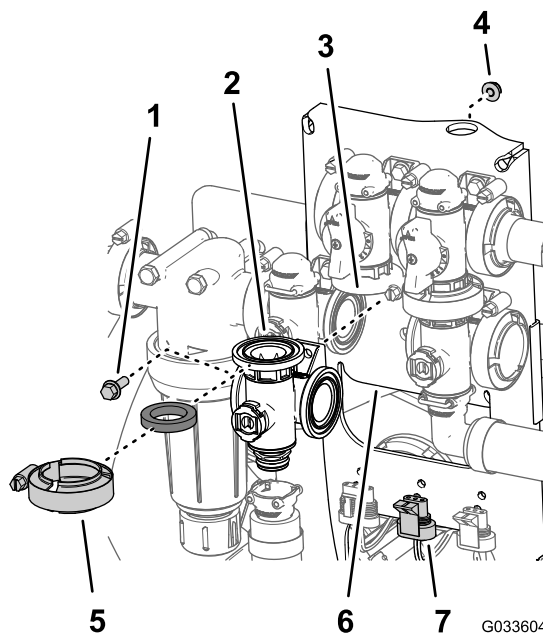

Figura 127
1. Aliniai flana supapei colector de agitare, o garnitură i flana supapei de bypass de agitare (Figura 127).
9. Montai supapa de agitare la suportul de montare a supapei cu urubul cu guler i contrapiulia cu guler pe (Figura 127) demontate la pasul 3 din Îndepărtarea supapei colector de agitare \(Pagină 80\) i strângerii piulia i urubul la un cuplu de 10 - 12 N·m.